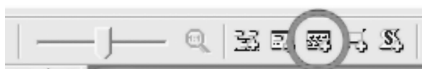

图 26-97 新网络图标
1) 单击“新网络”（New Network）按钮，如图 26-97 所示。该操作与执行时显示哪一视图无关。